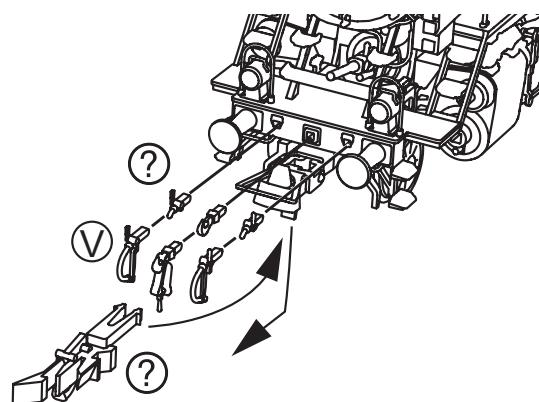

Fig. 4
1. Reinigung der Radstromkontakte: Radstromkontakte können auf unsauberem Schienen leicht verschmutzen. Entfernen Sie **vorsichtig** mit einem kleinen Pinsel **den Schmutz** an den in Fig. 4 gekennzeichneten Stellen.
1. Cleaning of wheel contacts: Wheel contacts easily get dirty on tracks which are not entirely clean. Use a small brush to **remove dirt** from spots marked in fig. 4.